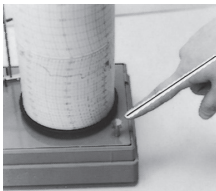

図6. 1日用歯車
- ②本体ベース上に1日用の歯車を取り付けてあります。〈図6〉